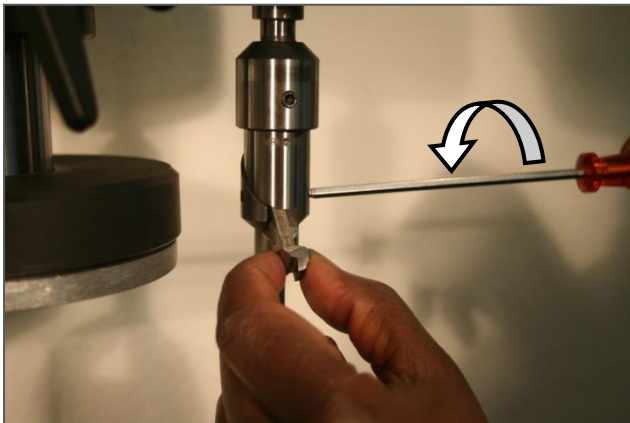

Fig. 11
7. La herramienta se debe apretar ligeramente. Debe seguir siendo movable para los siguientes trabajos de ajuste. Fig. 11